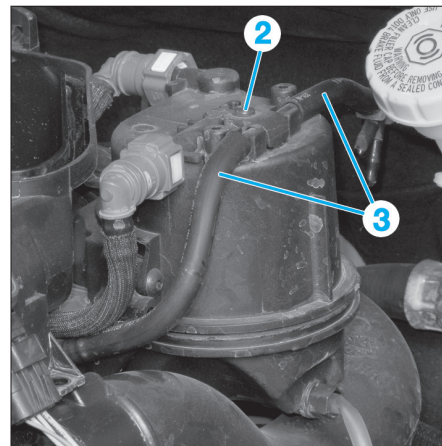

Fig. 33
- Déposer le vis (2) et déclipper le tuyau (3)(Fig.33).